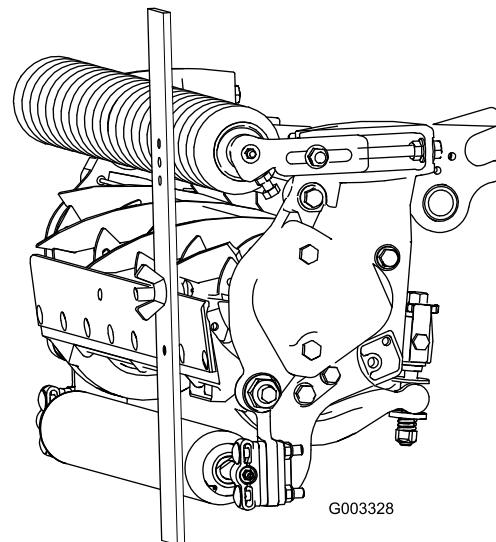

Figura 24
3. Prenda a cabeça do parafuso à extremidade cortante da lâmina de corte e apoie a extremidade traseira da barra no rolo traseiro (Figura 24).
4. Rode o parafuso de ajuste até que o rolo entre em contacto com a dianteira da barra indicadora (Figura 24). Ajuste ambas as extremidades do rolo até que todo o rolo esteja paralelo à lâmina de corte.